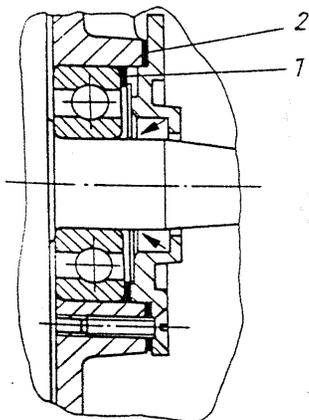

Fig. 185. Capot d'étanchéité du vilebrequin
- (X) Jeu à régler
- (A) Epaisseur des rondelles compensatrices
- (D) Epaisseur du joint d'étanchéité : 0,5 mm à l'état neuf ; 0,25 jusqu'à 0,3 mm à l'état comprimé
Contrôler et/ou échanger le joint d'étanchéité 20 × 30 × 7. Mettre en place les rondelles compensatrices déterminées (1) et le joint d'étanchéité (2). Introduire les vis de fixation enduites de matière d'étanchéement et les serrer au couple de 6 Nm (0,6 kpm) (fig. 185).